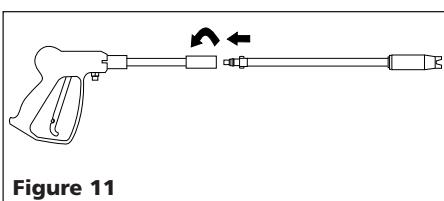

Figure 11
3. Introduire la lance dans le pistolet et tourner au sens des aiguilles d'une montre jusqu'à ce qu'il s'arrête tel qu'indiqué dans la Figure 11.